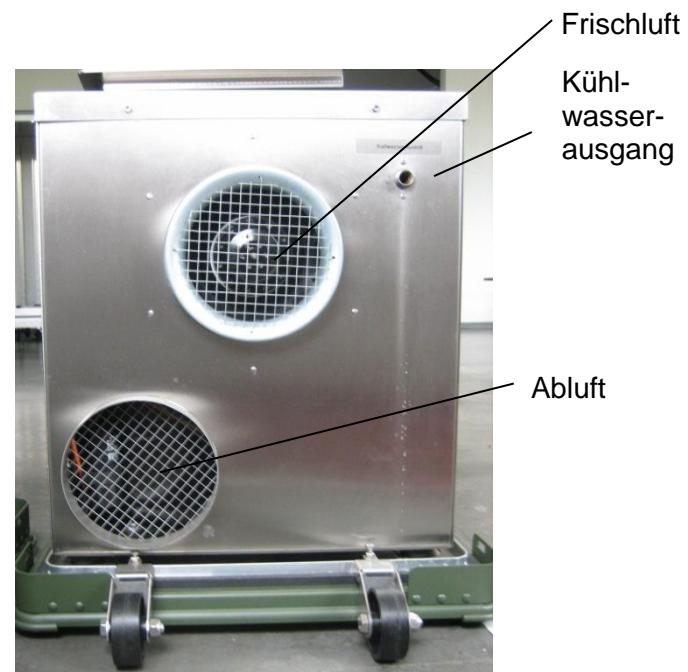

Abb. 3:Umlaufkühler Rückseite
- ◆ Schließen Sie einen Metallgewebeschlauch 1/2“ am Kühlwasserausgang (Abb. 3:) des Umlaufkühlers an. Lose Dichtungne beachten.